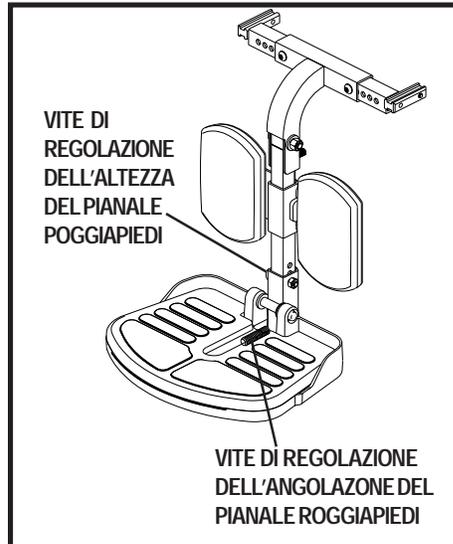

Figura 8. Pianale poggiapiedi elevato
1. Ripiegare la pedana unica poggiamambe verso l'alto e localizzare la vite di regolazione. Vedere figura 8.
1. Rimuovere la vite di regolazione dell'altezza del pianale poggiapiedi. Vedere figura 8.